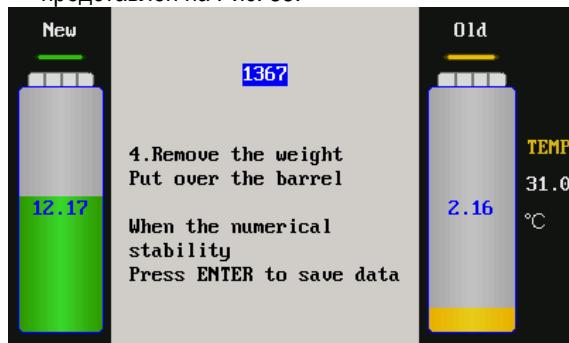

Рис. 35
- 6) 6) Если значение, отображаемое на интерфейсе, является устойчивым, нажать кнопку ENTER еще раз для сохранения данных. Интерфейс представлен на Рис. 35.